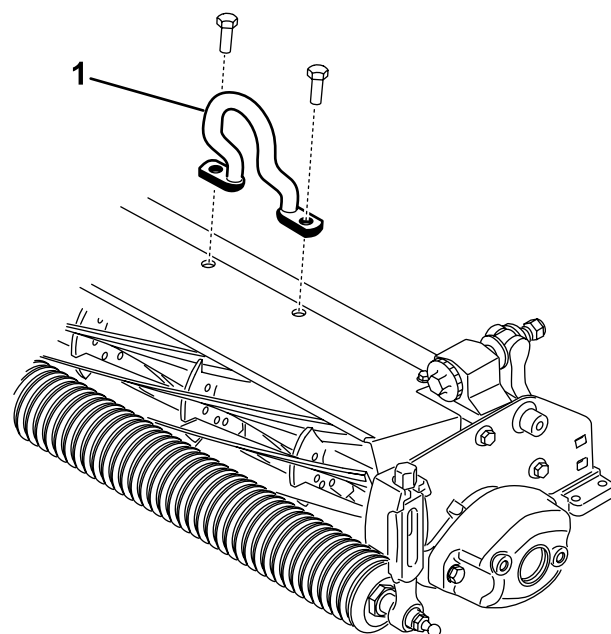

Figura 6
2. Instale la brida acodada (Figura 6) en la parte superior de la unidad escarificadora con 2 tornillos de caperuza.